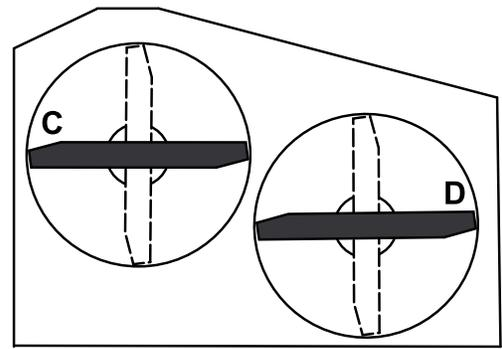

Figura 60
3. Mida en las posiciones C y D desde una superficie nivelada hasta el filo de corte de los extremos de la cuchilla (Figura 60).